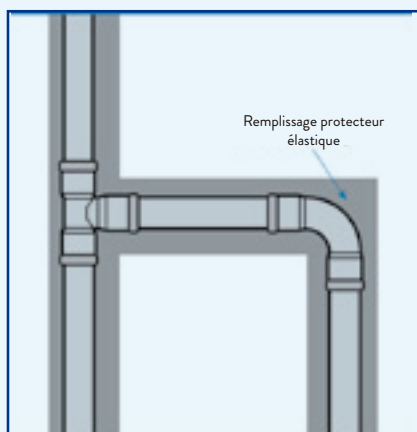

Fig. 1
Les installations modernes se conduisent, à l'exception des installations à usage industriel, très peu souvent de forme visible et sont placées normalement de forme encastrée et le long de revêtements flottants du sol. Dans le cas d'installations visibles ou d'installations qui se conduisent sous des galeries, il y a normalement un espace suffisant. Toutefois, dans des conduites qui doivent être masquées, il faut utiliser un remplissage protecteur élastique de matériau isolant, par exemple, de la laine de verre ou plastique (mousse à pores fermées) (Fig. 1).
- Diamètres 15, 18, 22, 28, 35, 42 et 54 avec des extrémités HH à presser, fabriqués en AISI-316L (1.4404) (Fig. 1)
(Fig. 1)